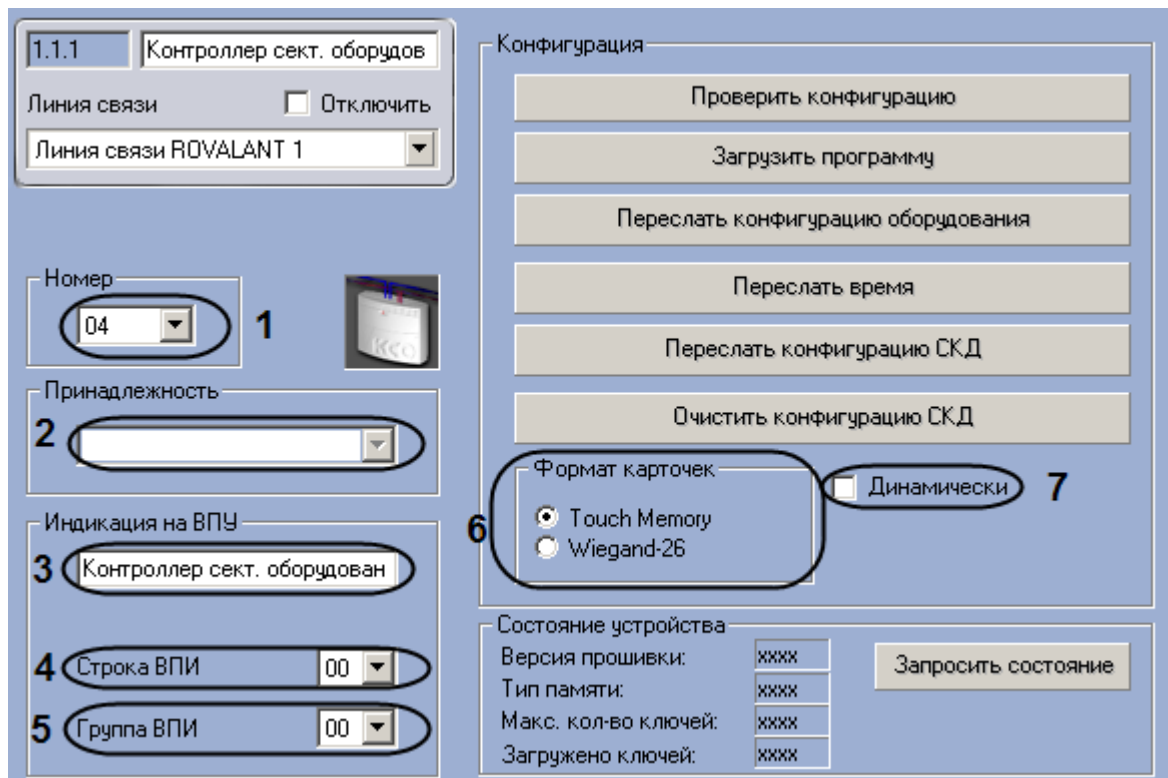

Рис. 3.5—2. Настройка конфигурации контроллера сектора оборудования.
2. Из раскрывающегося списка **Номер** выбрать аппаратный адрес подключения контроллера сектора оборудования (см. Рис. 3.5—2, 1).
3. Выбрать объект **Сектор объекта охраны**, к которому относится данный контроллер, из раскрывающегося списка **Принадлежность** (см. Рис. 3.5—2, 2).